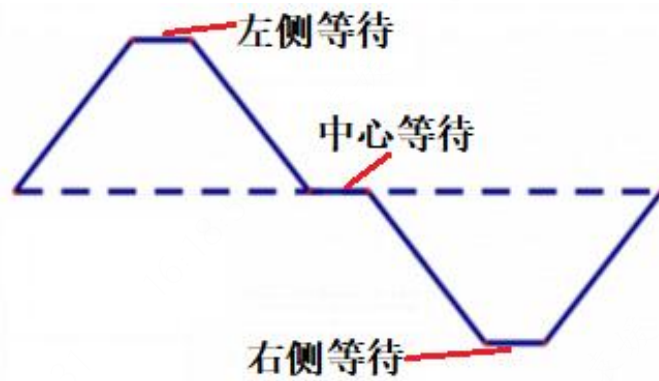

图 3-18 左侧/中心/右侧等待示意图
(10) 左侧/中心/右侧等待：左侧/中心/右侧等待指的是在每个周期的左侧、中心、右侧处摆弧停止的时间，如下图 3-18 所示，当摆弧基准选择长度且等待类型选择摆动停止单位为 mm。其他情况单位是 s。此参数只有摆弧形状为正弦和 Z 字有效，其中正弦不支持中间等待。